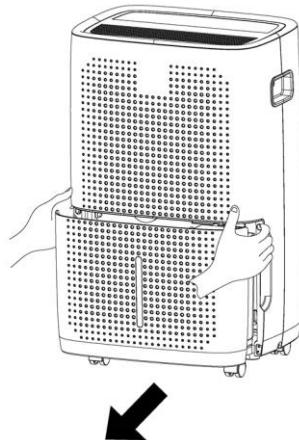

Рисунок 4
- Слегка надавите на боковые стороны резервуара, и аккуратно потяните его на себя (рисунок 4).